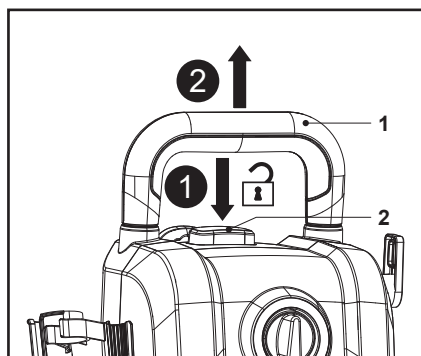

Fig. 15
1. Prima sem soltar o botão de bloqueio da pega (2) e, em seguida, puxe a pega de transporte (1) até parar (Fig. 15).